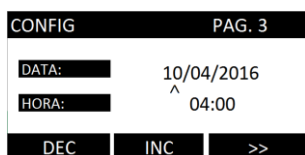

Figura 5
- 4) Utilize a tecla **>>** para navegar entre os dígitos e as teclas **INC** e **DEC** para incrementar ou diminuir os valores. Após programar o último dígito, o parâmetro será alterado (figura 5);